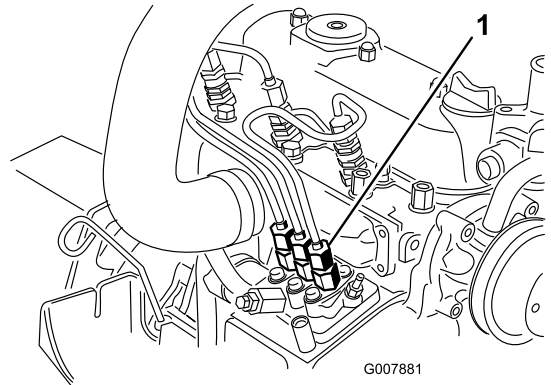

图37
1. 如图37所示将一块抹布放在燃油喷射泵到1号喷嘴之间的管道连接下。